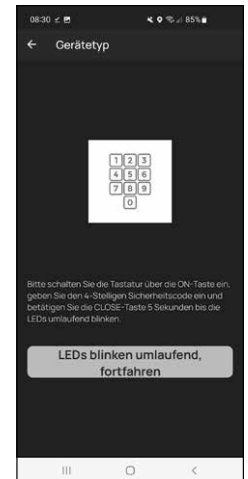

Abb. 5
⑤ Sie werden gebeten, die Tastatur in den Programmiermodus zu setzen (Abb. 5). Eine Anleitung dazu finden Sie im Kapitel „Tastatur in den Programmiermodus setzen“ auf Seite 3. Sobald sich die Tastatur im Programmiermodus befindet, erkennbar an den umlaufend blinkenden LEDs auf der Tastatur, tippen Sie in der App auf die Taste „LEDs blinken umlaufend, fortfahren“ (Abb. 5).
⑥ Bei erfolgreicher Verknüpfung erhalten Sie eine Abschluss-Meldung, welche Sie mit „OK“ bestätigen. Ebenso wie das darauffolgende Feld „Fertig“ um die Einrichtung abzuschließen.